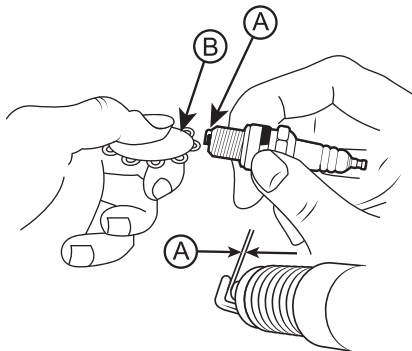

Рис. 17 Обслуживание свечи зажигания
4. Измерьте зазор А между электродами свечи зажигания специальным щупом В. Зазор должен быть 0,7-0,8 мм (Рис. 17). При увеличении или уменьшении требуемого зазора, рекомендуется заменить свечу, так как регулировка зазора может привести к изменению качества искрообразования.